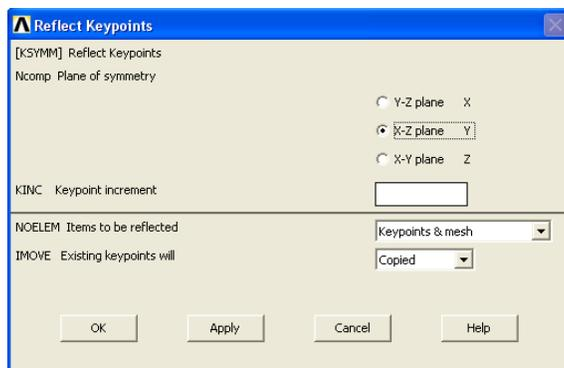

Рисунок 7. Вид окна *Reflect Keypoints*
- Появится диалоговое окно **Reflect Keypoints** (Рисунок 7), в котором указываем плоскость, относительно которой выполняется отображение (метка **X-Z**), и в раскрывающемся списке **MOVE** указываем, что точки копируются (выбираем пункт **Copied**).